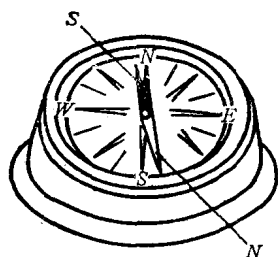

图 5
1) 指南北性——罗盘仪里的磁针，当它停止摆动时，必有一头指北，而另一头指南，如图 5。指北方向的一头叫作磁针的南极，用 S 表示，指南方向的一头叫做磁针的北极，用 N 表示。